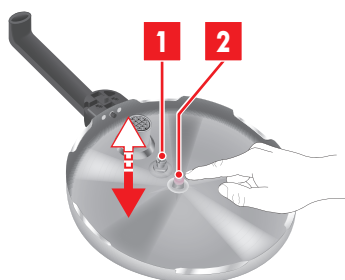

Рис. 8: Проверки функций безопасности
1. Проверьте легкость перемещения предохранительного клапана (рис. 8/1) и индикатора наличия давления (рис. 8/2).